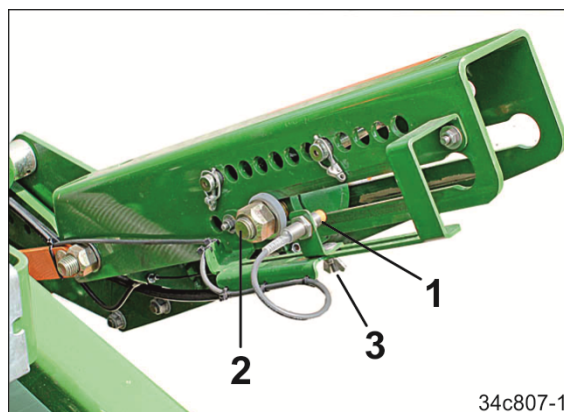

图 158
4. 将可调节传感器 (图 158/1) 与伸出的活塞杆的螺栓 (图 158/2) 对齐。
5. 拧紧翼形螺母 (图 158/3) 。